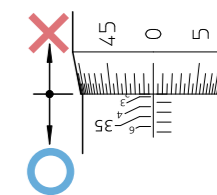

图3
3. 请务必在测量范围内使用。(图3)
2. 活动测头的内部或滑动部位附着有污渍时，请仅将头部浸入酒精等中，使用卡环钳拆卸，清洗内部。(图3) 清洗干净后，充分干燥，务必在活动测头和活动杆上涂上一层薄薄的千分尺润滑油(No.207000)。